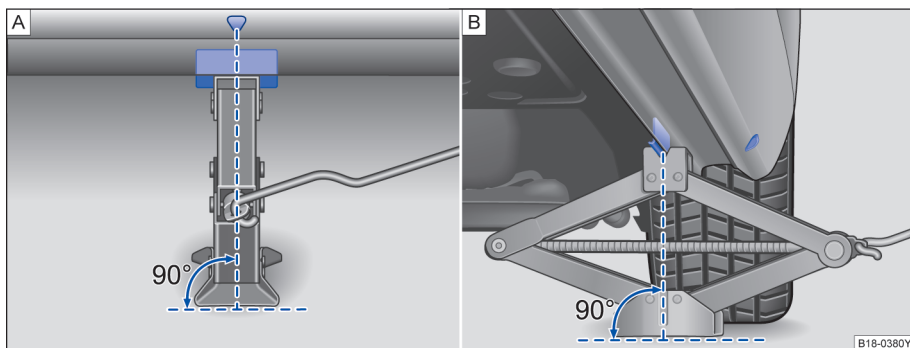
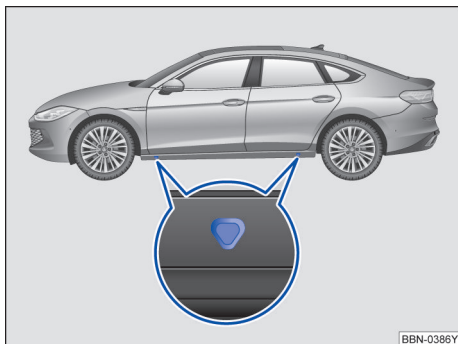

图 178 将千斤顶放在汽车左后侧
图 179 汽车千斤顶的支撑点
汽车千斤顶只允许放置在图示支撑点（车身上的标记）处→图 178 或 →图 179。在每个车轮旁都有相应的支撑点→▲。
5. 在车身底部下方找到靠近更换的车轮侧的千斤顶支撑点→图 179。